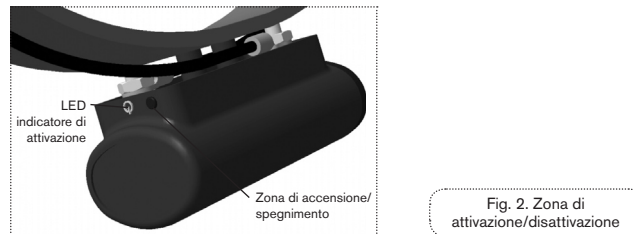

Fig. 2. Zona di attivazione/disattivazione
- > Collocare un magnete nella zona di attivazione/disattivazione (vedi Fig.2).